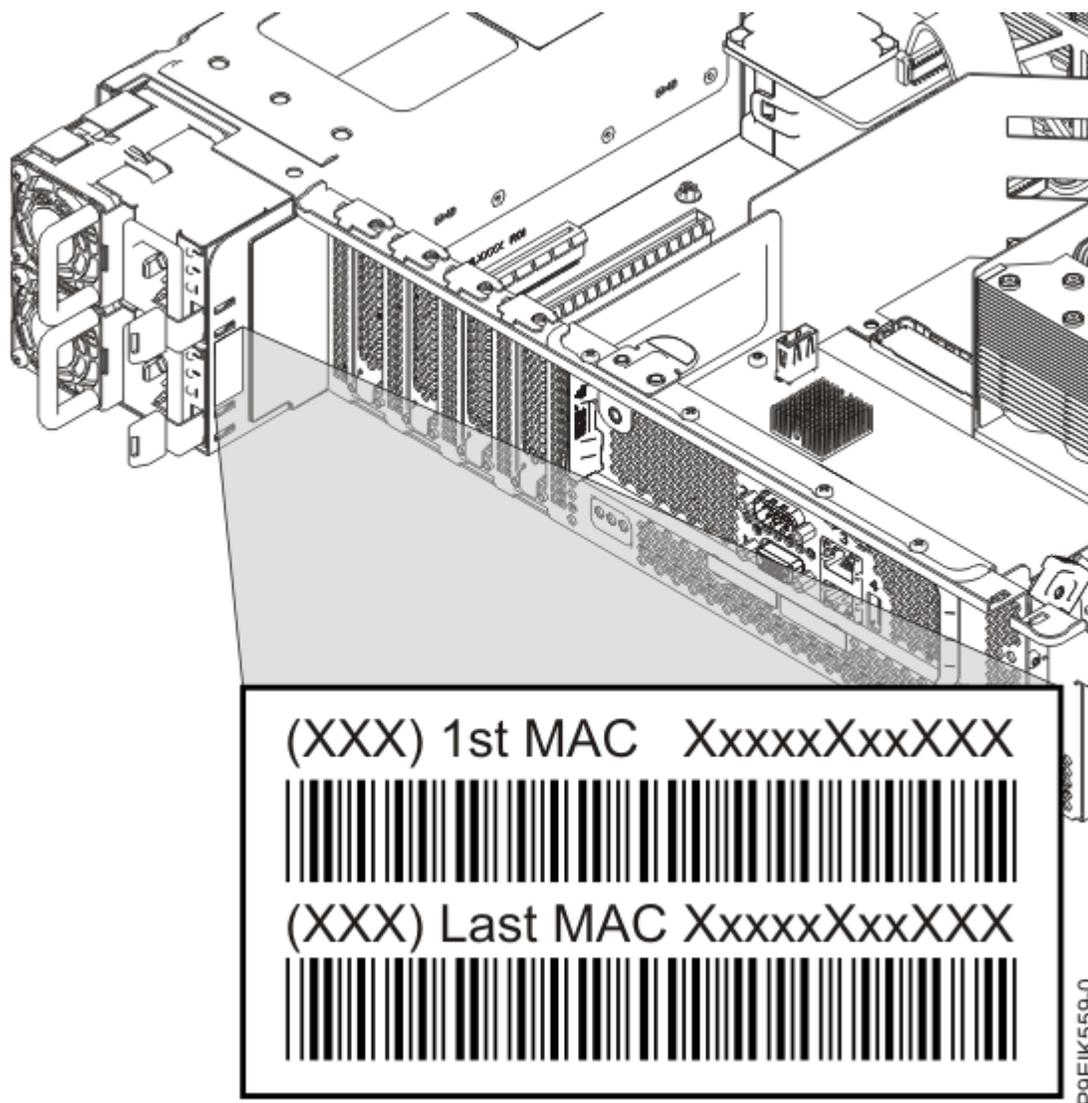

図 4. 新しい MAC アドレス・ラベルの適用
8. シャーシの電源装置ハウジング上で、以前のラベルの上に新しい MAC アドレス・ラベルを貼り付けます (7 ページの図 4 を参照)。